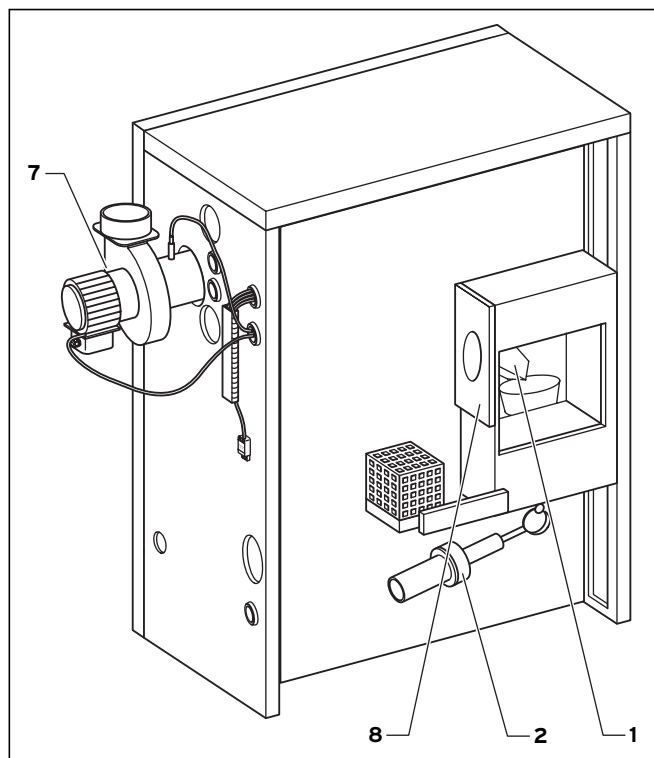

Abb. 2.4 Funktionselemente des Pelletkessels renerVIT mit Saugaustragung oder Handbeschickung
Flanschverbindung: Die Flanschverbindung (4) verbindet die Einschubschnecke (3) aus dem Vorratsbehälter mit dem Fallschacht (1, Abb. 2.4) des Pelletkessels.